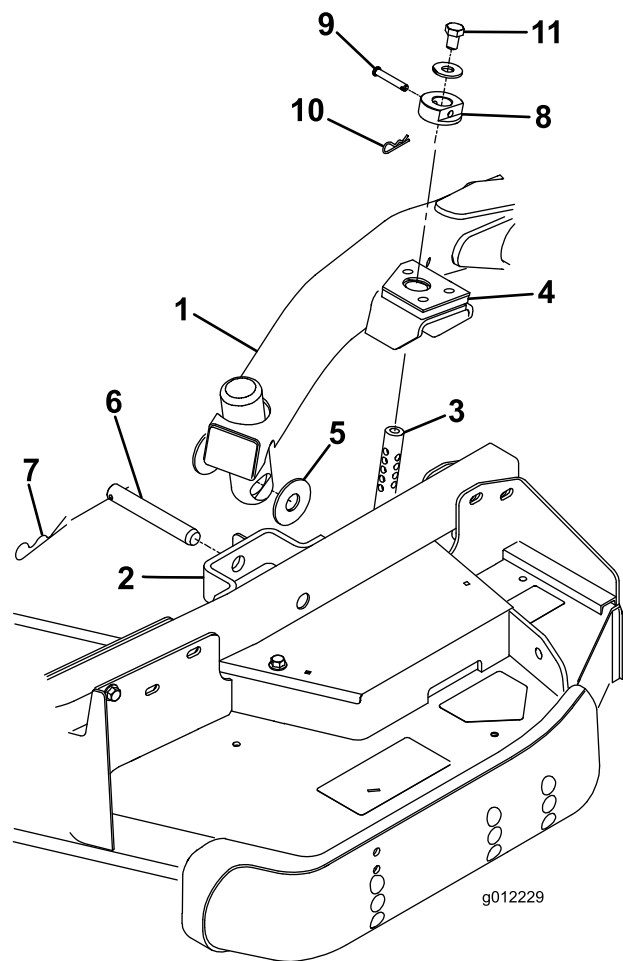

Figure 4
2. Placez le levier de relevage en position de flottement. Poussez un bras de relevage vers le bas jusqu'à ce que ses trous soient alignés sur ceux du support du bras pivotant. Il est alors possible d'introduire la tige de réglage de hauteur de coupe dans les patins du bras de levage (Figure 4).
3. Fixez le bras de relevage au bras pivotant avec (2) rondelles de butée, un axe de chape et une goupille fendue. Placez les rondelles de butée entre le bras de relevage et le support de bras pivotant (Figure 4). Insérez l'extrémité de la goupille fendue dans la fente de la patte du bras pivotant pour retenir la goupille fendue.
7. Montez les bagues de hauteur de coupe sur les tiges de réglage de hauteur de coupe et fixez-les avec les axes de chape et les goupilles fendues (Figure 4). La tête de l'axe de chape doit être dirigée vers l'avant du plateau.
8. Montez un boulon 1/2 x 3/4" et une rondelle sur chaque tige de réglage de hauteur de coupe (Figure 4).